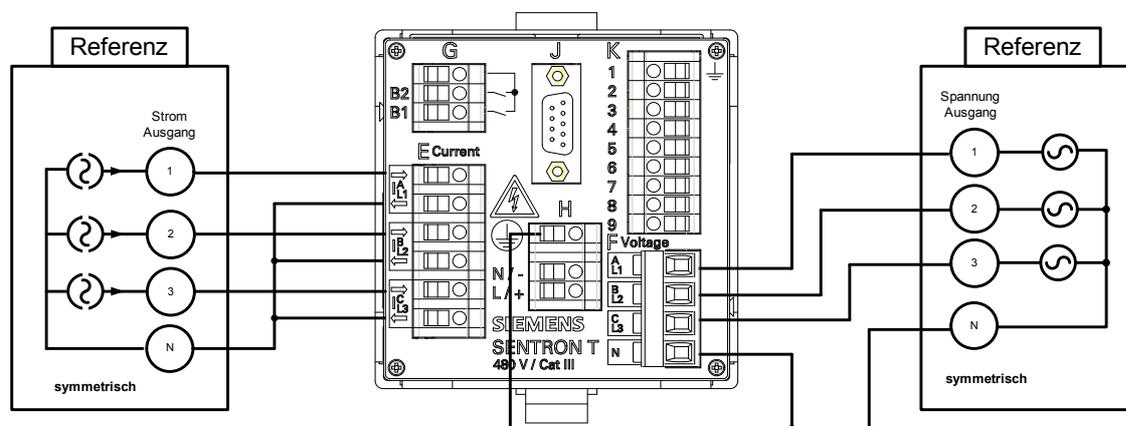

Bild 10-10 Messaufbau Abgleich Phasenwinkel
- Führen Sie den Messaufbau gemäß Bild 10-10 durch.